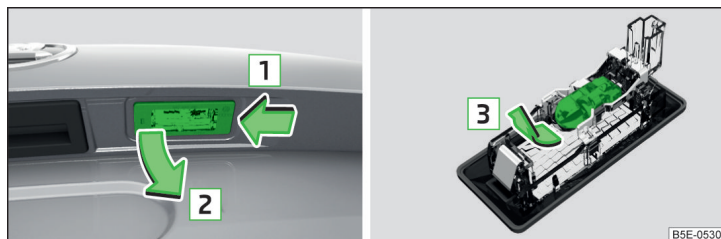

Fig. 249 Démontage de l'éclairage de la plaque d'immatriculation/remplacement de l'ampoule
- Poussez la lampe dans le sens de la flèche [1] » fig. 249.